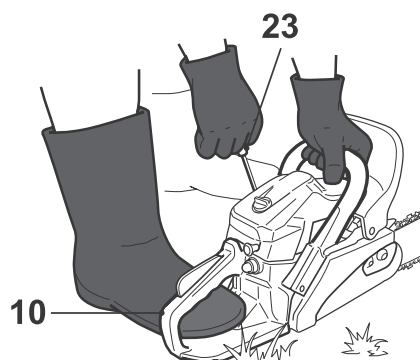

Fig. 25
- > Apoie bem o produto contra o chão e coloque o seu pé sobre a proteção traseira (10).
- > Puxe lentamente a pega da corda de arranque (23) com a mão direita até sentir resistência e depois puxe de forma rápida e firme. Repita 4 ou 5 vezes seguidas (Fig. 25). Durante o primeiro estágio do arranque do motor de arranque, ele é carregado para desenvolver a potência de arranque no último estágio do arranque. Nesta fase, o motor não deve ainda arrancar.